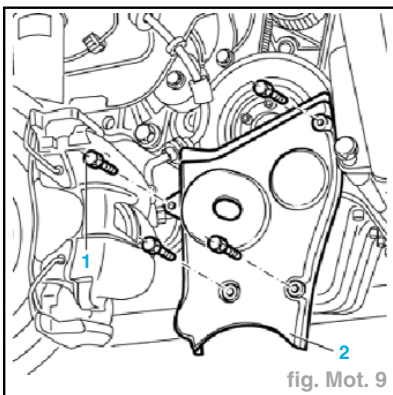

fig. Mot. 9
- Dévisser les vis de fixation (1) (fig. Mot. 9).